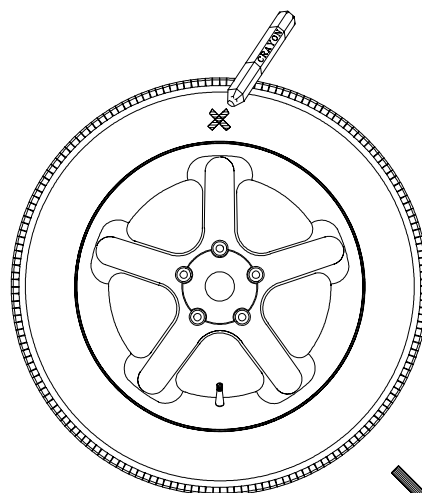

Figure 27 - Opération 2, fond valve, marquer le sommet du pneu avec un X, appuyer sur "F"
(1) L'opérateur doit tourner la roue et marquer un X à 12 heures quand la valve est à 6 heures. Figure 27